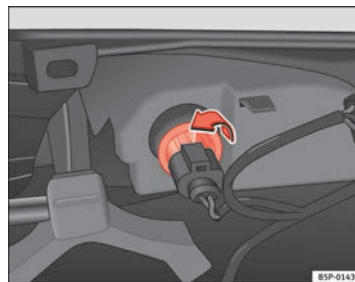

Abb. 194 Leuchte von der Innenseite des Stoßfängers aus gesehen
- Drehen Sie den Lampenträger nach links und nehmen Sie ihn in Pfeilrichtung ab ⇒ Abb. 194.